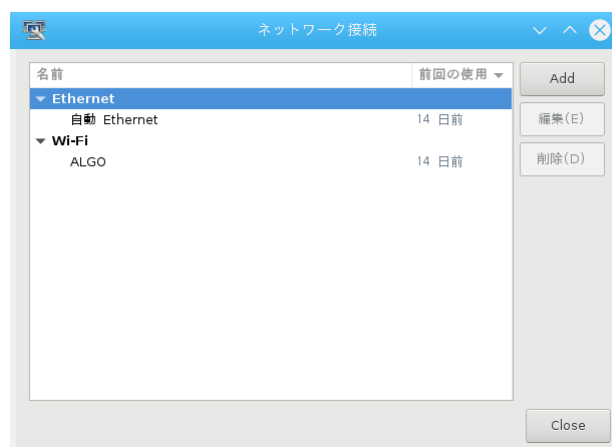

図 4-9-2. ネットワーク設定画面
- ④ 図 4-9-2 のようなネットワーク設定画面が起動します。